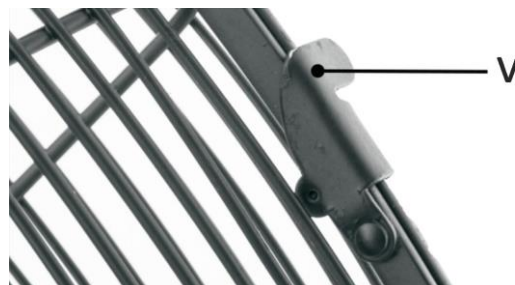

Abb. 16
2. Das vordere mit dem hinteren Gitter verbinden und die Clipbefestigungen (v) schließen (Abb. 16).